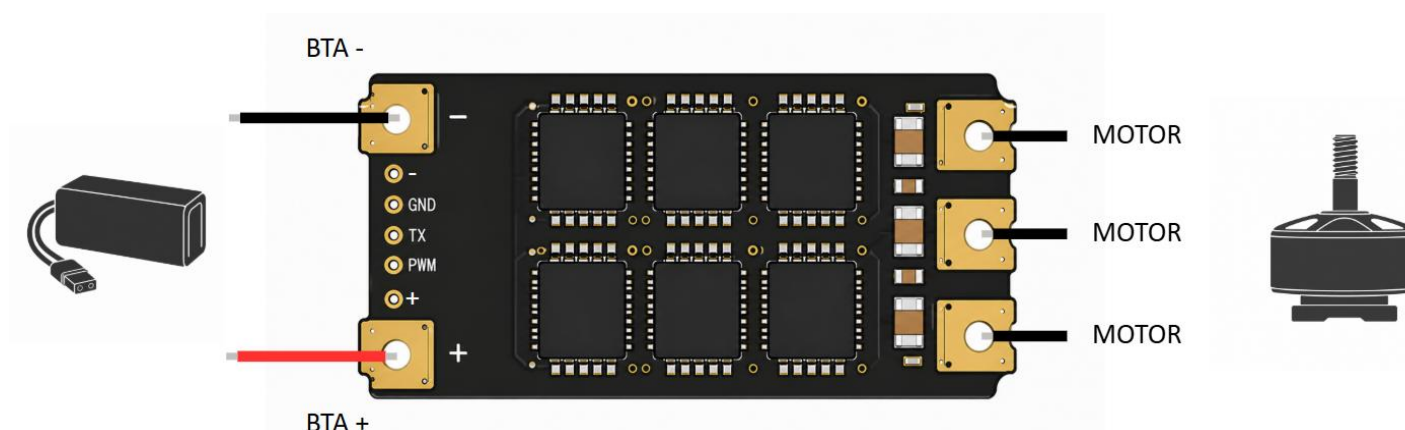

Fig.2. Schema di cablaggio
L'ESC dispone di 3 pad di uscita per un singolo motore, posizionati lungo il bordo destro della scheda (vedere Fig. 2).
- Cavi motore: collegare i tre cavi di fase del motore ai tre pad di uscita (vedere Fig. 2). L'ordine dei cavi non è rilevante per l'ESC stesso: influisce solo sul senso di rotazione.